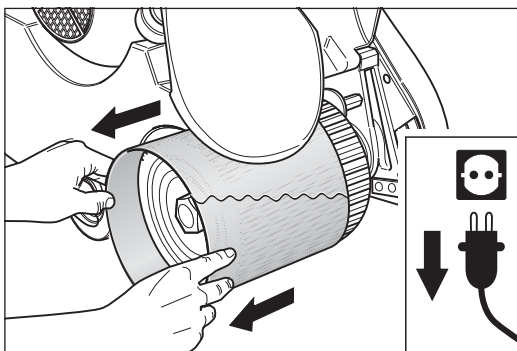

Abb. 38 Die Schleifhülse von der Schleifwalze abziehen.
- 4 Ziehen Sie die verschlissene Schleifhülse von der Schleifwalze ab (Abb. 38).